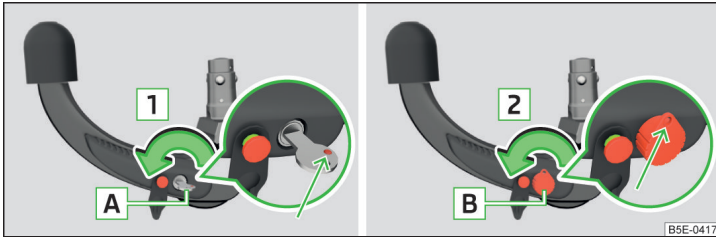

Abb. 297 1. Schritt: Schlüsselvariante 1 / Schlüsselvariante 2
- › Den Schlüssel **A** in Pfeilrichtung **1** drehen, sodass dessen rote Markierung nach oben zeigt » Abb. 297.
- › Den Schlüssel **B** in Pfeilrichtung **2** drehen, sodass die Schlüsselöse nach oben zeigt » Abb. 297.